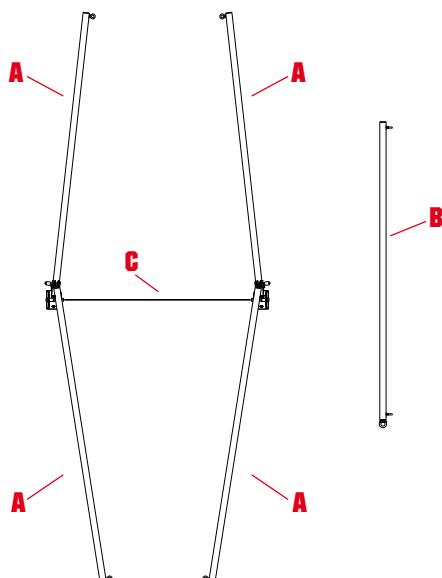

fig. 2
a) Ponga las barras laterales (A) y la barra superior (B) - (fig. 2) en el suelo.